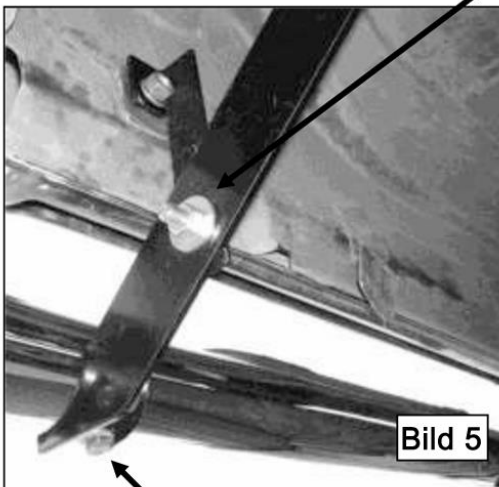

Bild 5
9. Positionieren Sie, am besten zu zweit, das Schwellerrohr für die Fahrerseite auf den Halterungen. Befestigen Sie anschließend das Rohr an den vorderen und hinteren Halterungen. Verwenden Sie hierzu die mitgelieferten (4x) 8mmx25mm Sechskantschrauben und (4x) 8mm Sicherungsscheiben (**Bild 5**). Ziehen Sie die Schrauben nur handfest an.